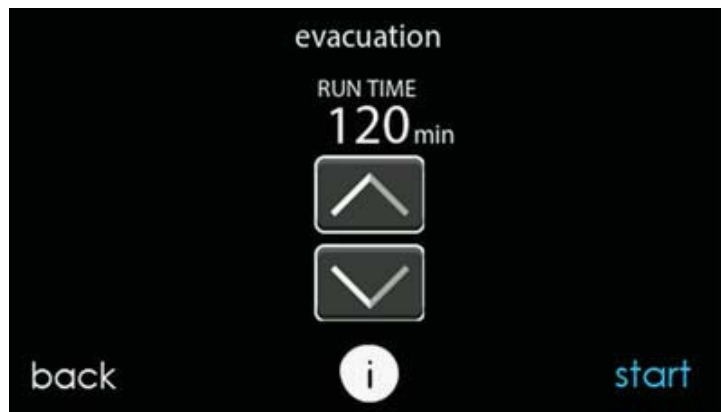

Fig. 23 – Pantalla de configuración de la evacuación
3. Establezca el período deseado. El período predeterminado para el procedimiento es de 120 minutos. Consulte la Fig. 23.